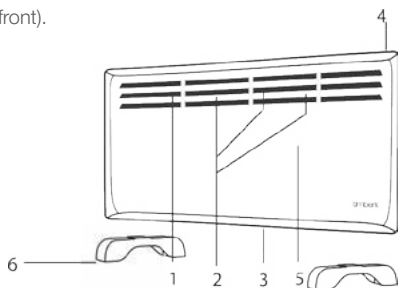

Fig. 2
4. CONVECTOR DESCRIPTION (Fig. 2)